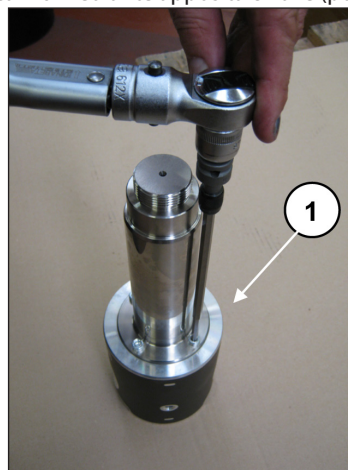

Fig. 47
Per separare lo stelo dal guida pistone occorre svitare le viti a testa cilindrica M6 mediante apposita chiave (pos. ①, Fig. 47).